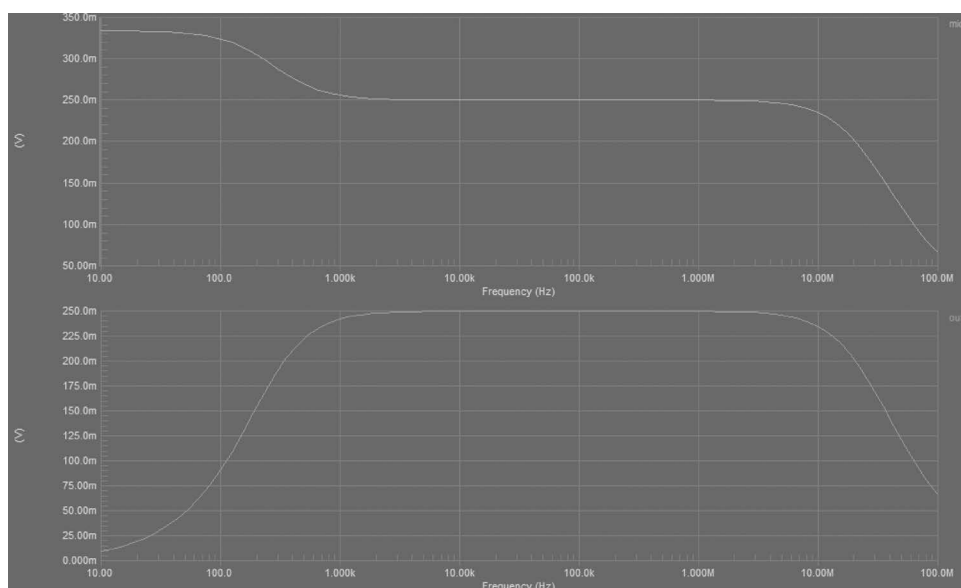
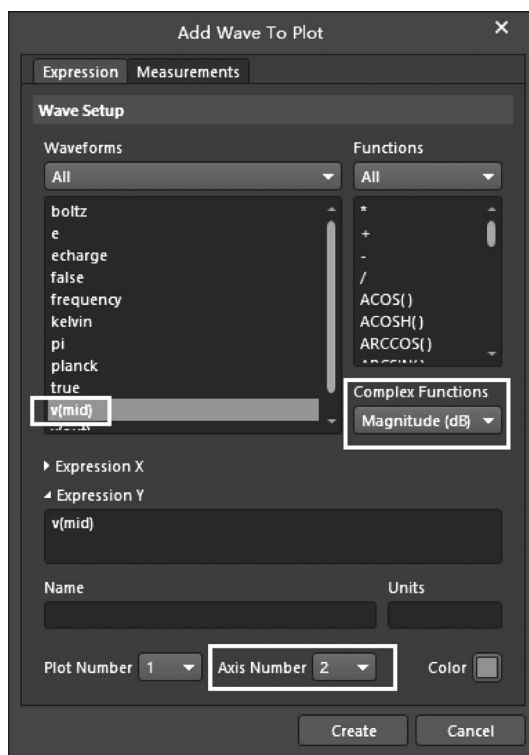

图 3-42 交流小信号仿真结果分析
图 3-43 添加波形的选择窗口
- (1) 运行 Spice 仿真后,弹出消息对话框,关闭该对话框。
- (2) 自动打开 PCB_Project1. sdf 文件,如图 3-42 所示,可以看到 MID 和 OUT 两个网络节点的交
下面将在图 3-42 中增加 Y 轴,其单位改成 dB。实现该过程的步骤主要包括:
(1) 在图 3-42 所示的界面的 mid 波形图内单击鼠标右键,出现快捷菜单,选择 Add Wave To Plot 选项,出现图 3-43 所示的界面。在该界面内按如下设置: